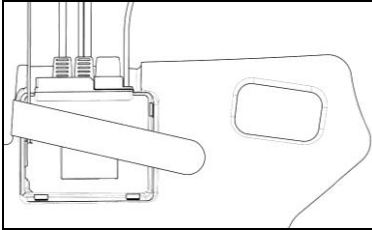

Fig. 28
- Posizionare l'e-box nella sua sede sul guanciale sinistro (Fig. 28).